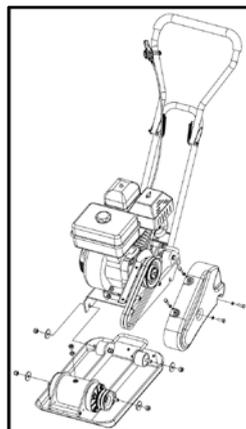

Fig. 10
2. Retirez le garde-courroie et les courroies en V (fig. 10).
3. Enlevez les boulons qui retiennent la plate-forme au boîtier (fig. 10).
4. Soulevez la plate-forme au complet, y compris le moteur, hors du boîtier (fig. 10).